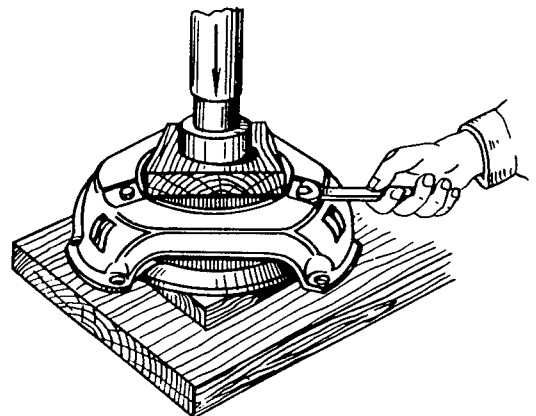

Bild 76. Ausbau des Kupplungsgehäuses
Die Teile der Druckscheiben befinden sich unter der Wirkung der Kraft von sechs Federn. Deshalb hat man vor dem Losschrauben der Befestigungsschrauben für die Ausrückhebellager diese zu entlasten, wozu die Scheibe mit einer Presse gemäß Bild 76 zusammendrücken ist. Die Druckscheibe wird wie folgt zerlegt:
5. Kupplungsgehäuse auf die Druckscheibe aufsetzen, wobei darauf zu achten ist, daß die beim Zerlegen aufgetragenen Marken übereinstimmen. Es ist auch darauf zu achten, daß jede Feder auf dem entsprechenden Vorsprung im Gehäuse sitzt. Gehäuse mittels der Presse gegen den Tisch pressen, wie dies im Bild 76 gezeigt ist. Eine Schrägstellung des Gehäuses ist unzulässig. Drei Befestigungsschrauben für die Lagerungsgabeln einschrauben.